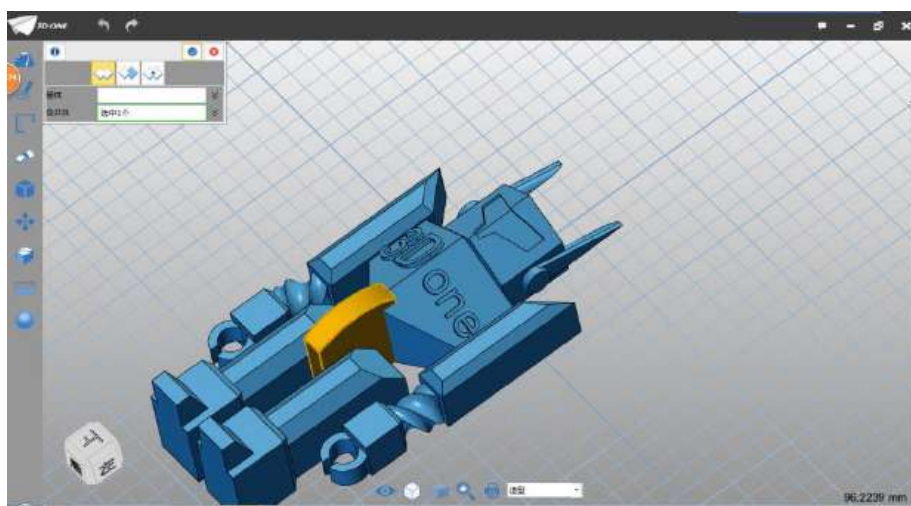

图 6-4
Step 4 合并体选择身体下半部分，如下图 6-4 所示：